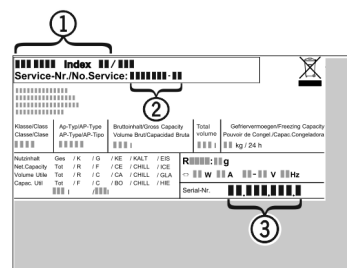

Fig. 11
- ▶ Назва пристрою Fig. 11 (1), сервісний номер Fig. 11 (2) та серійний номер Fig. 11 (3) вказані на табличці типів. Табличка типів знаходиться всередині пристрою, зліва.
- ▶ Повідомте сервісну службу про характер неполадки, назву пристрою *Fig. 11 (1)*, сервісний номер *Fig. 11 (2)* та серійний номер *Fig. 11 (3)*.